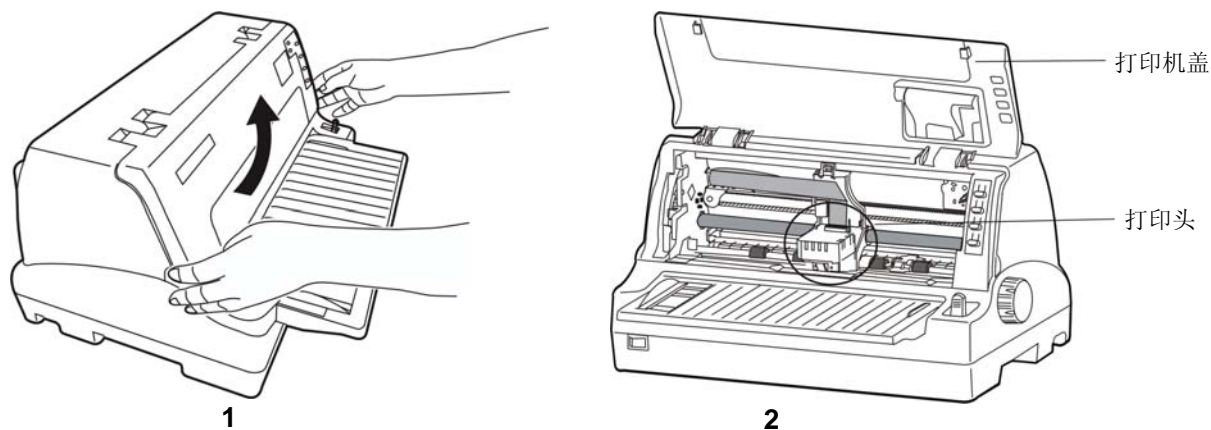

图 2-8 打开打印机盖
2. 用双手按住打印机盖左右两侧的凹位向上打开打印机盖（如图 2-8 所示）。
3. 将打印头移到打印机中间（如图 2-8 〈2〉 所示）。